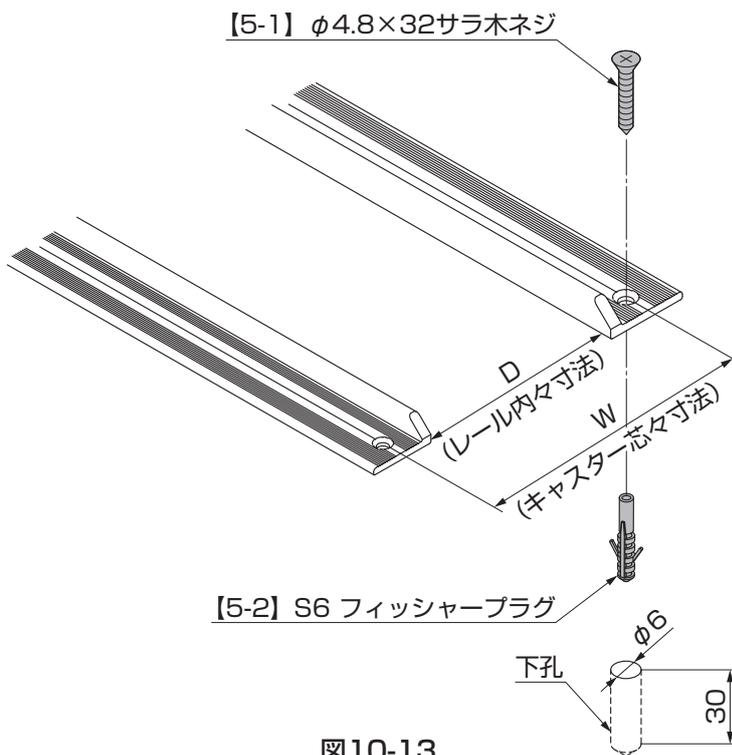

図10-13
①図10-13を参照して、サイドレールの孔に合わせて地盤に下孔φ6深さ30以上の孔をあけてください。(図10-13参照)
②[5-2]を圧入し、[5-1]でネジ止めしてください。(図10-13参照)